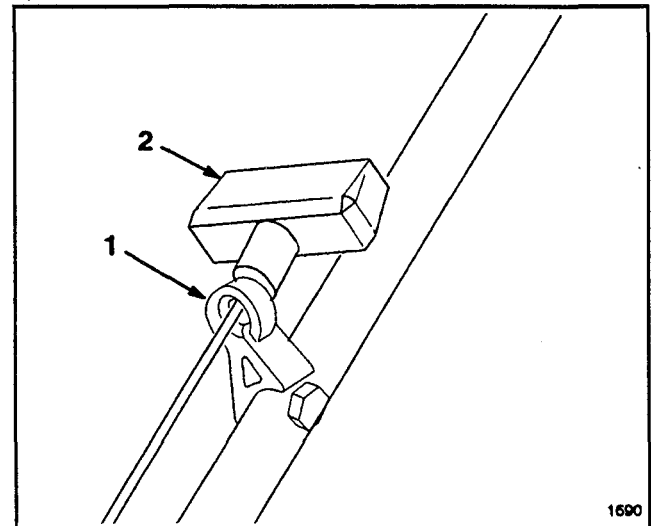

Abbildung 7
1. Starterseil durch die Seifführung am Griffholm einfädeln (Abb. 7). Um das Aufwickeln des Seils zu erleichtern, Selbstantriebsbügel am Griffgestänge betätigen, um die Messerbalkenbremse zu lösen.